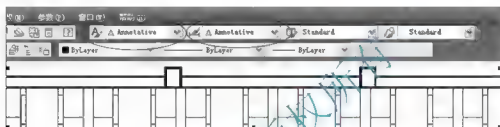

图 4.86 设定当前文字样式和标注样式为 Annotative
(1) 在【样式】工具栏中将当前文字样式和标注样式分别设定为注释性样式 Annotative, 如图 4.86 所示。
① 多行文字为“注释性”样式，前面带有注释性图标 ，注释比例为 1:50。
② 多行文字的“图纸文字高度”是 3mm，“模型文字高度”是 150mm。
(4) 注释比例 1:50 是在前面 4.1 “图形绘制前的准备”中设置的，观察图 4.86 发现标注该多行文字时，文字高度设置为 3mm。“模型文字高度”150mm 是 AutoCAD 自动根据输入的字高按注释比例放大得到的，即  $3\text{mm} \times 50 = 150\text{mm}$ 。
(5) 通常在 AutoCAD 的模型空间绘制图形，在模型空间内我们所看到的文字高度就是“模型文字高度”，这里是 150mm。